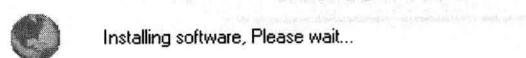

图 1-4 安装过程窗口
(4) 输入申请的激活码, 单击按钮 , 显示如图 1-4 所示窗口。